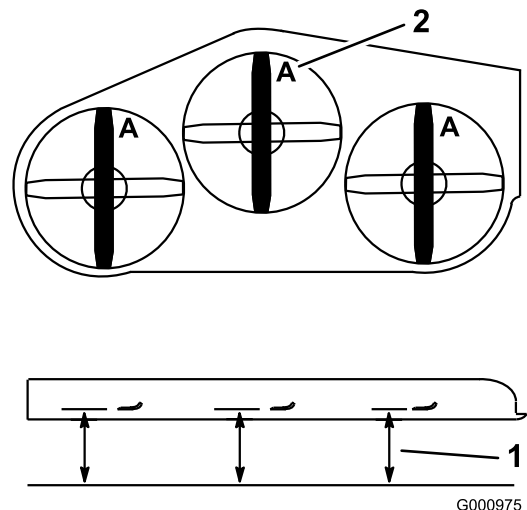

Bild 73
2. Messen Sie von einer ebenen Fläche bis zu den Schnittkante (Stellung A) der Messer (Bild 73).